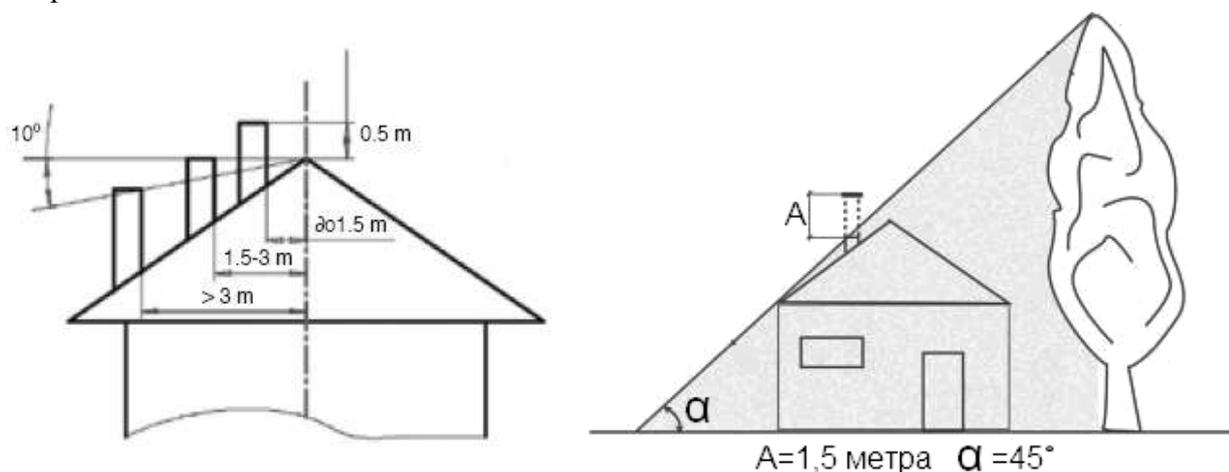

Рисунок 2. Рекомендуемая схема расположения дымохода относительно конька крыши
7.1.7. Дымоход должен быть выше границы "зоны ветрового подпора". Зонай ветрового подпора является пространство, находящееся ниже условной линии, проведенной под углом 45 ° к горизонту от наиболее высокой части здания, строения или дерева (рис.2).